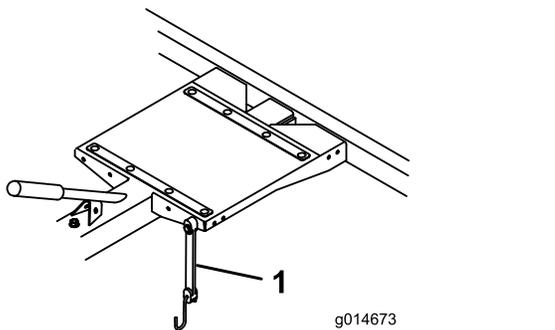

Figura 15
- Durante o transporte, utilize uma correia de fixação para prender o cortador ao reboque (Figura 15). Pode mover a correia de fixação para diferentes furos de montagem para acomodar diferentes cortadores.